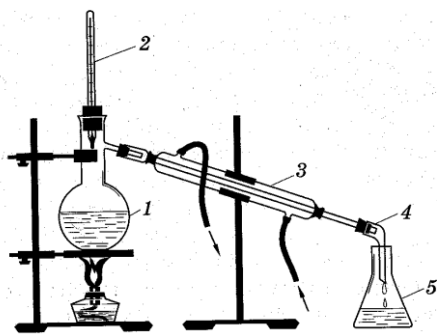

Рис. 2.2. Прибор для прямої перегонки жидкостей
Для перегонки чистої речовини при атмосферному тиску застосовується установка для перегонки (рис. 2.2), яка складається з колби Вюрца (1), термометра (2), похилого холодильника (3), алонжа (4) та приймача (5).